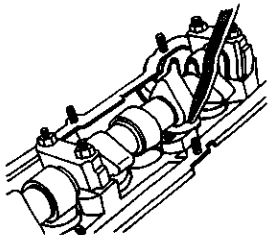

图 2-62 测量凸轮与液力挺杆之间的间隙
3) 测量凸轮和液力挺杆之间的间隙,如图 2-62 所示。如果间隙大于  $0.2\text{mm}$ ,则更换液力挺杆。